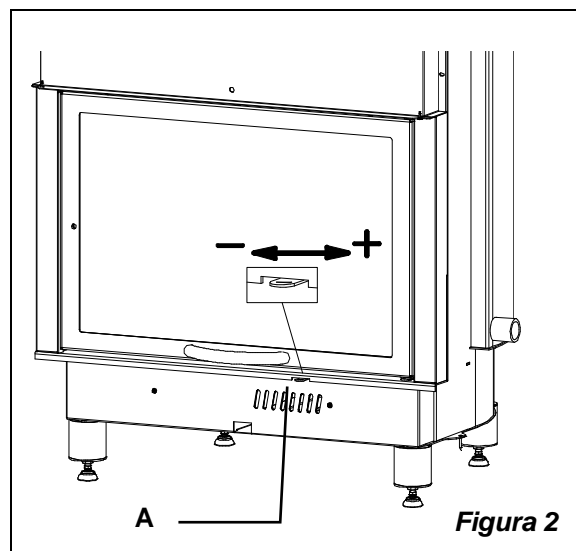

Figura 2
**Registro aria PRIMARIA** (Figura 2 pos.A)